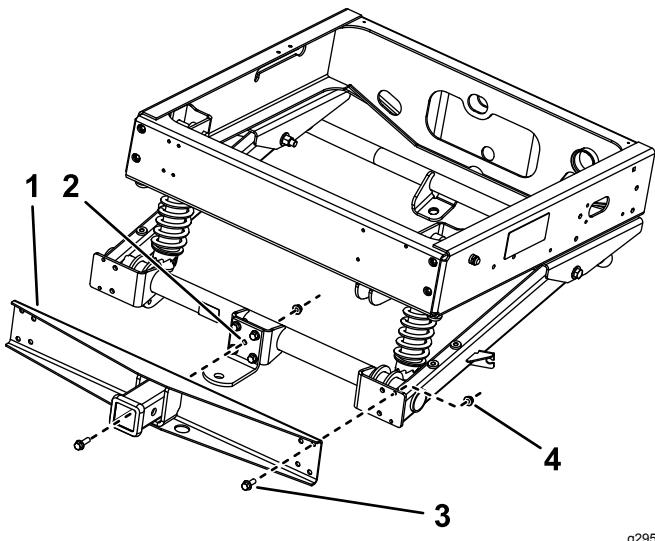

Figure 2
2. Fixez l'attelage de remorque au bras pivotant arrière avec 5 boulons à embase et 4 écrous à embase (Figure 2).